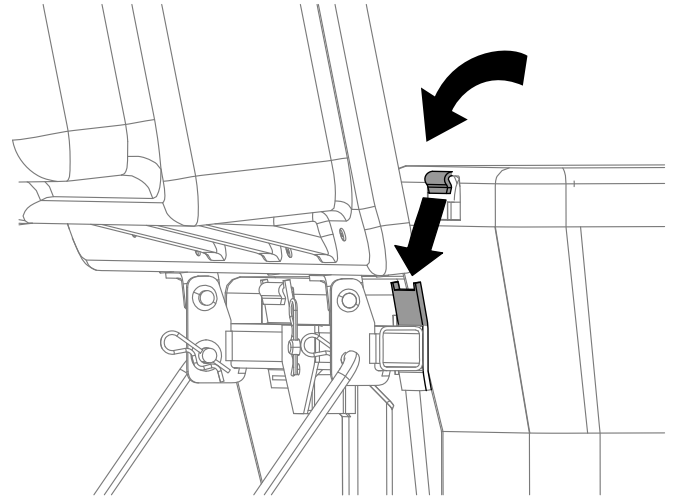

Figura 14
4. Eleve a parte superior do depósito de recolha de relva e instale os sacos deslizando os ganchos da estrutura do saco para os suportes restantes (Figura 14).